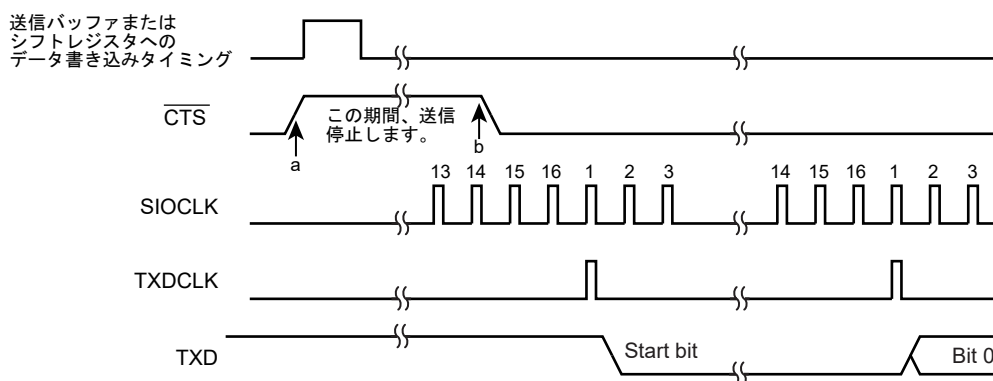

図 12-9 $\overline{\text{CTS}}$ 信号のタイミング
- 注 1) 送信中に $\overline{\text{CTS}}$ 信号を立ち上げた場合、送信終了後に停止します(図 12-9 "a")。
注 2) $\overline{\text{CTS}}$ 信号立下り後の最初の TXDCLK クロックから送信を開始します(図 12-9 "b")。